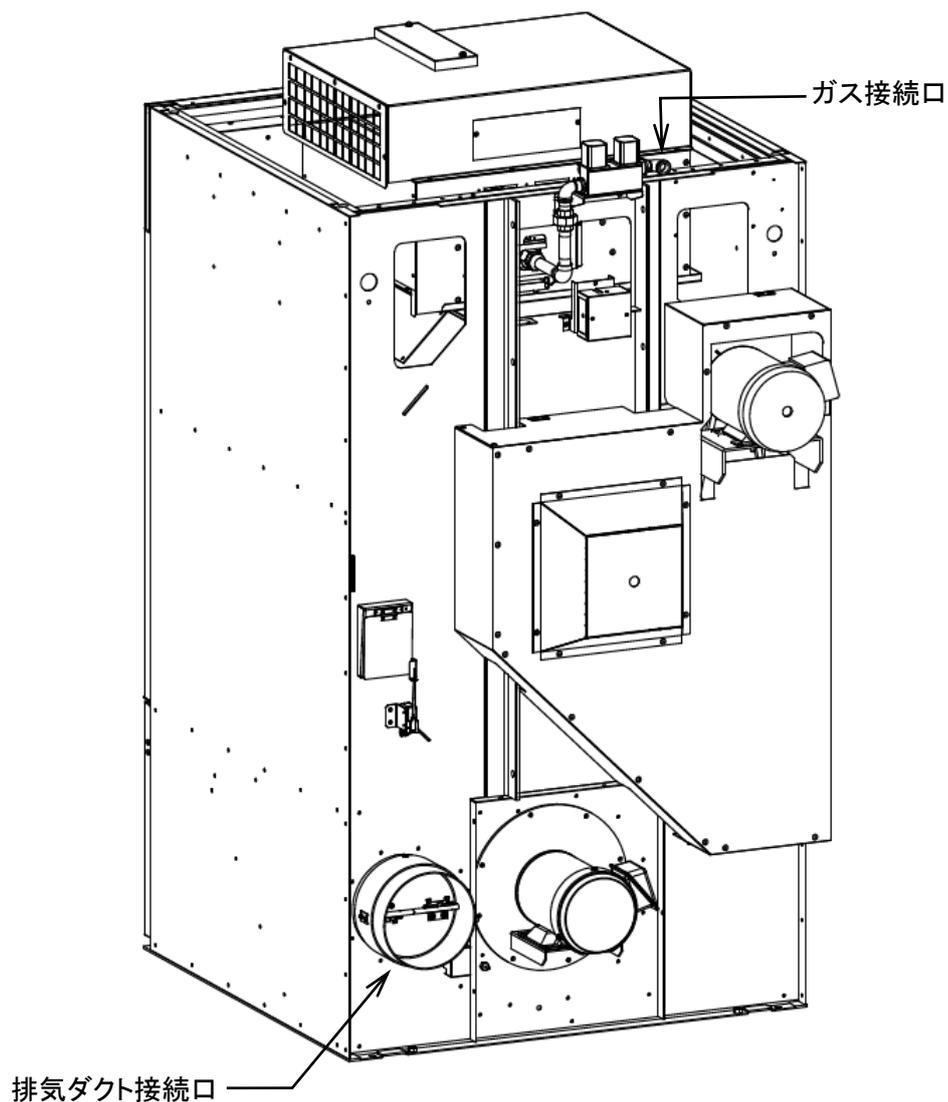

図 5-1
- ・ ガス配管接続口に配管を接続します。(図 5-1)
- ・ 排気ダクト接続口にダクトを接続します。接続口の外形は φ198mm です。(図 5-1)